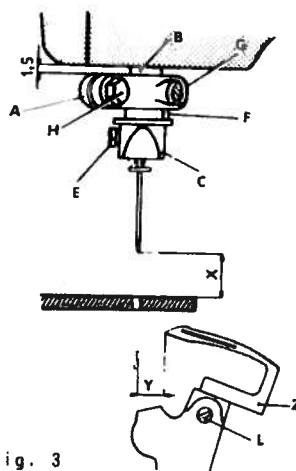

Fig. 3
- S 1651 00 per esecuzione quote come da fig. 3
3. Posizionamento dell'ago (fig. 3)
- Inserire fino in fondo il crochet Z nell'apposita sede e bloccarlo sul piano del gambo con la vite L (fig. 3).
Nota: tale quota e' da ritenersi indicativa e puo' essere suscettibile di successive modifiche. La corsa lineare del crochet deve risultare di mm. 20,5 (fig. 3).
- Ricercare la misura Y (tabella fasature) dalla punta del crochet all'ago (fig. 3).
- Allentare i controdadi A e C (fig. 7) e ruotare il perno B in un senso o nell'altro fino ad ottenere la misura Y (fig. 3) (calibro S. 1651 00).
5. Montaggio salva asola sul crochet inferiore (fig. 3)